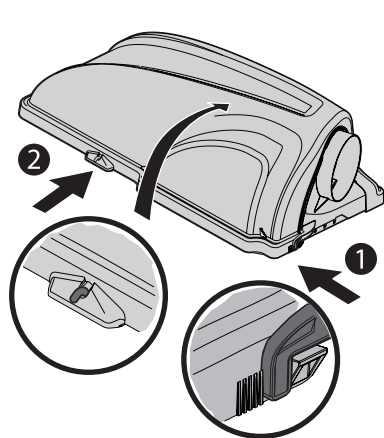

Figura 29
1. Abra la cubierta empujando hacia adentro la lengüeta posterior derecha con la mano derecha (1), y levantando la cubierta con la mano izquierda en la parte posterior central de la cubierta de la embolsadora (2), como se indica en la Figura 29.